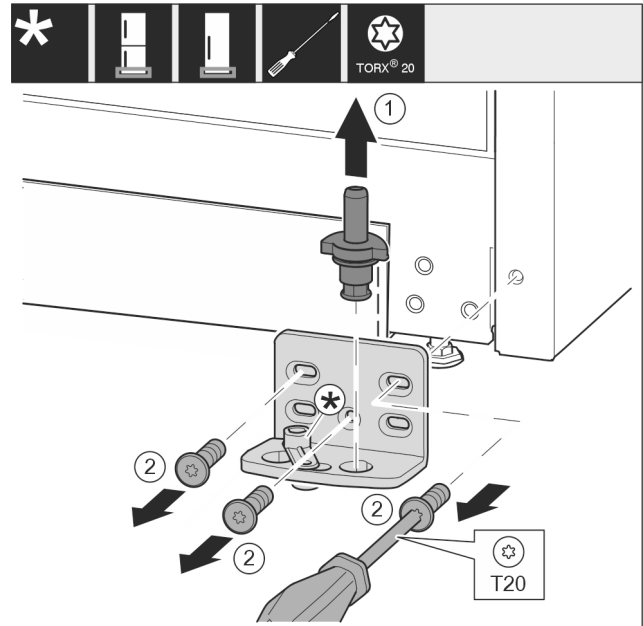

Fig. 10
- ▶ Ta ut hela lagerbulten genom att dra den uppåt. Fig. 10 (1)
- ▶ Skruva ut skruvarna med en skruvmejsel T20 och ta av lagerbocken. Fig. 10 (2)